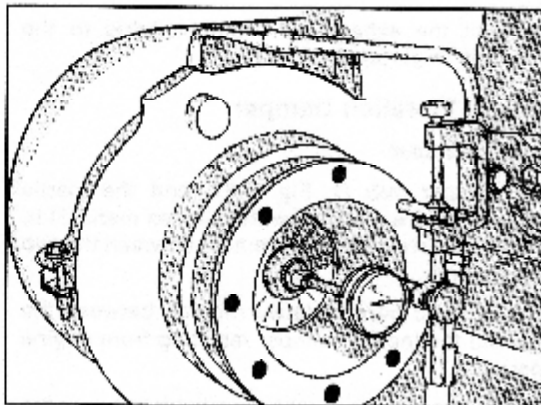

Рис. 2-66 (OM1065L). Проверка подшипника и зазора турбонаддува.
Проверьте зазоры. Это можно сделать не снимая турбонаддув с двигателя, используя циферблатный инструмент/щуп для проверки торцевого хода и щуп для проверки радиального зазора. Рис. 2-66.
2. Снимите одну контргайку с передней панели (со стороны колеса компрессора) и замените длинным болтом. Прикрепите щуп к гайке и отметьте показания на конце ротора. Покачайте ротор по вдоль, отмечая показания, Рис. 2-66. Зазор на T-50, ST-50 и VT-50 должен быть 0,15 – 0,46 мм.